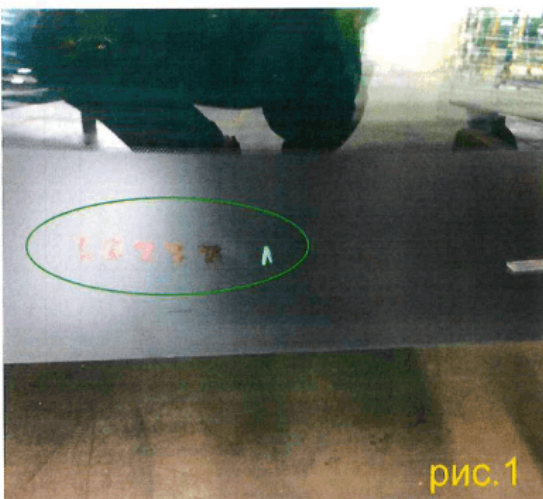

рис.1
- 1) Маркировки в середине печатной зоны с внутренней стороны нижней части стекла (рис.1)